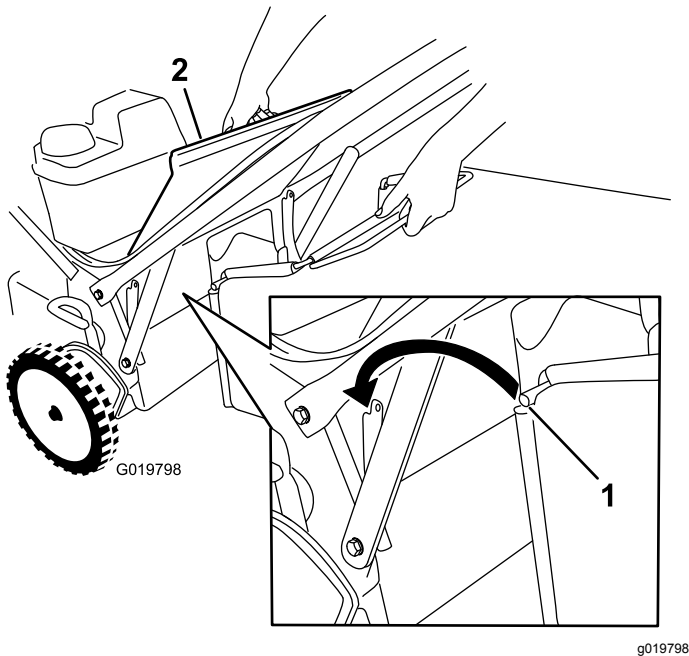

Figura 24
1. Levante y sujete la puerta trasera (Figura 24).
3. Instale la varilla de la bolsa en las muescas de la base del manillar, y mueva la bolsa hacia adelante y hacia atrás para verificar que la varilla está asentada en el fondo de cada muesca; consulte Figura 24.